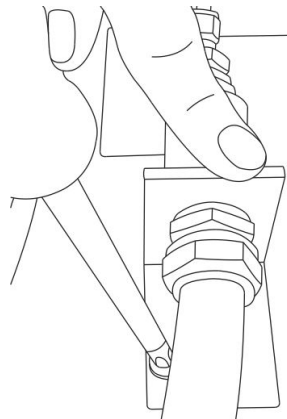

Abbildung 9. Eingebaute Halterung der Sauerstoffsonde
6. Halterung sichern. Hierzu mithilfe eines Kreuzschlitzschraubendrehers die Schrauben (x 2) in den vorgebohrten Löchern auf der abgesetzten Analysetafel festziehen. Siehe Abbildung 9.
12. Halterung sichern. Hierzu mithilfe eines Kreuzschlitzschraubendrehers die Schrauben (x 2) in den vorgebohrten Löchern auf der abgesetzten Analysetafel festziehen. Siehe Abbildung 9.